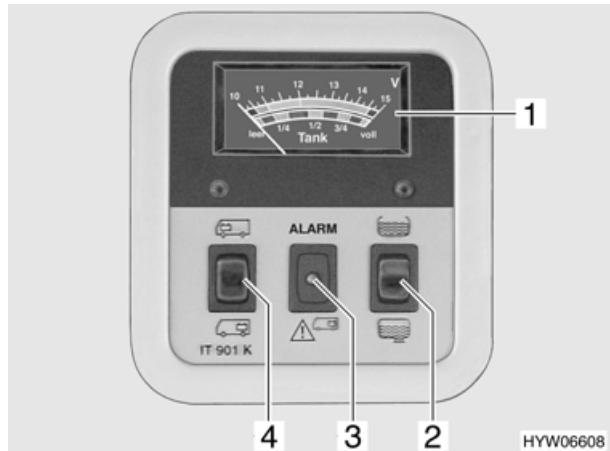

Fig. 57 Tensione batterie/quantità acqua potabile e acque grigie
Per l'indicatore volt/serbatoio (Fig. 57,1) leggere la scala superiore. Premendo l'interruttore nella posizione desiderata, lo strumento si illumina automaticamente.
- Premere l'interruttore a bilico (Fig. 57,4) in alto : viene indicata la tensione della batteria di avviamento.
- Premere l'interruttore a bilico (Fig. 57,4) in basso : si legge la tensione delle batterie dell'abitacolo.
La luce spia rossa di ALLARME (Fig. 57,3) inizia a lampeggiare non appena la tensione delle batterie dell'abitacolo scende al di sotto di 11 V (misurazione durante il normale esercizio) con conseguente rischio che la batteria si scarichi troppo.
Per l'indicatore volt/serbatoio (Fig. 57,1) leggere la scala inferiore. Premendo l'interruttore nella posizione desiderata, lo strumento si illumina automaticamente.
- Premere l'interruttore a bilico (Fig. 57,2) in alto
- Premere l'interruttore a bilico (Fig. 57,2) in basso